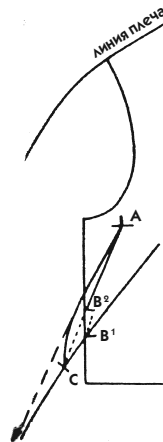

Рис. 698
4. Поставьте новую точку на 4—5 см выше, чем точка В1 (см. точку В2 на рис. 698).
5. От точки А проведите вторую линию надреза, отстоящую на 1 см от уровня точки В2 (на рис. 698 крупная пунктирная линия со стрелкой). Если надо завершить линию выше, перенесите засечку С (см. рис. 698).
- От уровня точки В2 проведите кривую сплошную линию к точке С, которую скопировали с базового чертежа (см. рис. 698).